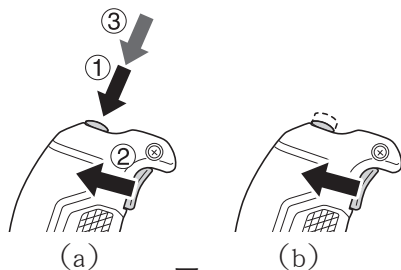

图 27
完全拉动开关扳机时，③ 进一步按 ON/OFF 锁定按钮会将开关扳机锁定到位，允许松开开关扳机继续操作。（图 27 (a)）
如要解锁开关扳机，请再次拉动开关扳机以松开 ON/OFF 锁定按钮并中止操作。（图 27 (b)）